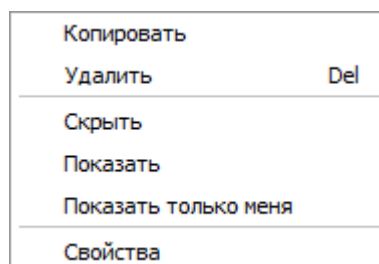

Рис. 154
16.6.10.1. Контекстное меню элементов раздела «Вывод» дерева «Конфигурация» показано на рис. 154.